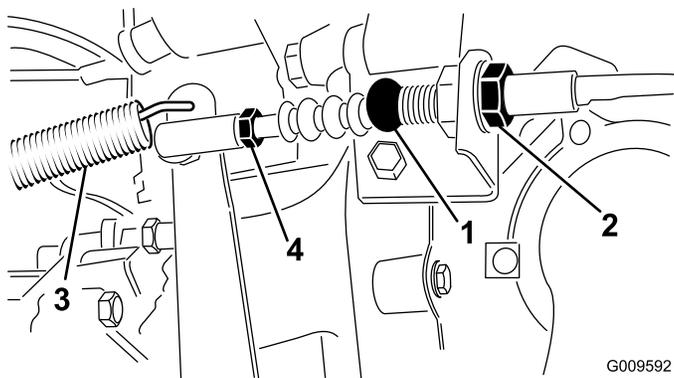

Figura 68
1. Alivie as porcas de retenção que fixam o cabo ao suporte no cárter do volante (**Figura 68**).